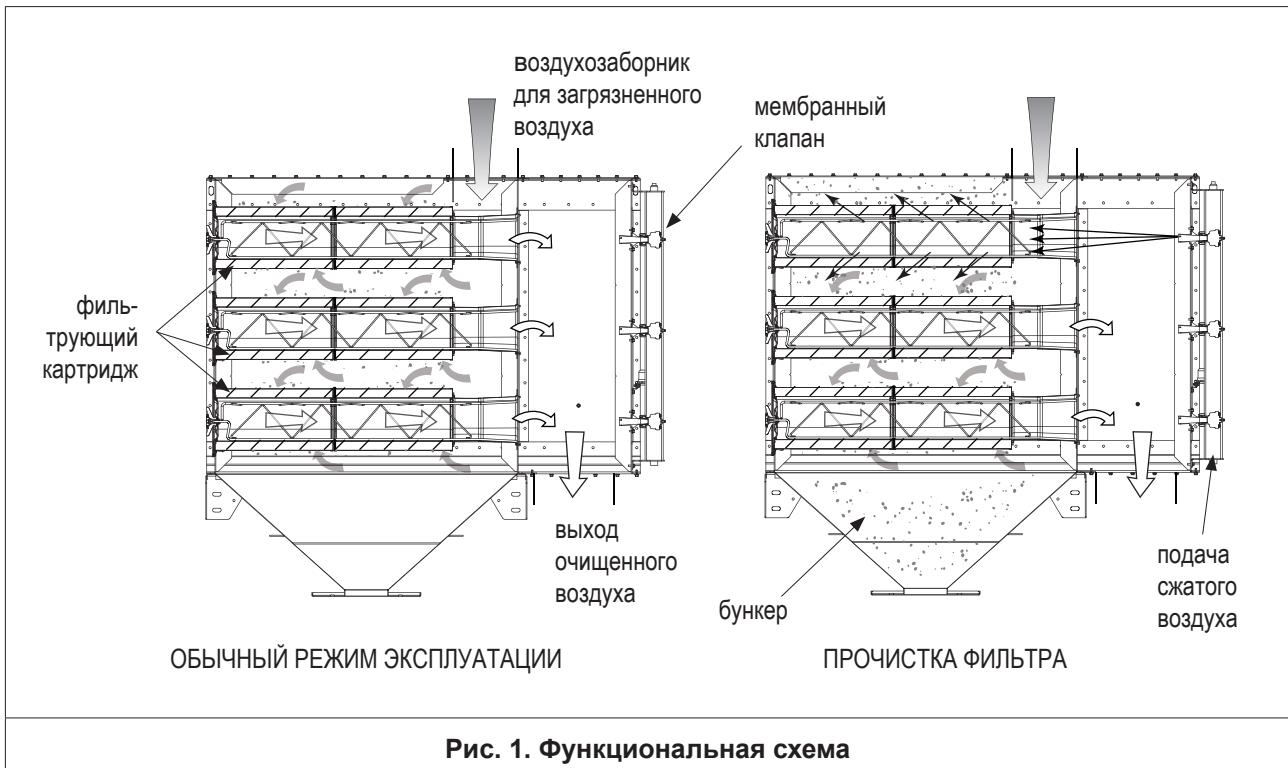

Рис. 1. Функциональная схема
- опорожнение устройств сбора пыли (см. рис. 1, стр. 8);